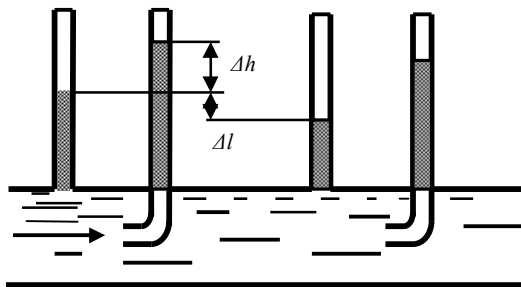

Рис. 15
32. По горизонтальной трубе течёт вязкая жидкость (рис. 15). Разность уровней этой жидкости в измерительных трубках а и б равна Δh , в трубках а и с - Δl . Объём жидкости, протекающей за 1 с равен V . Расстояние между трубками а и с равно L . Плотность жидкости ρ . Определить динамическую вязкость жидкости (скорость течения по сечению трубы считать одинаковой).